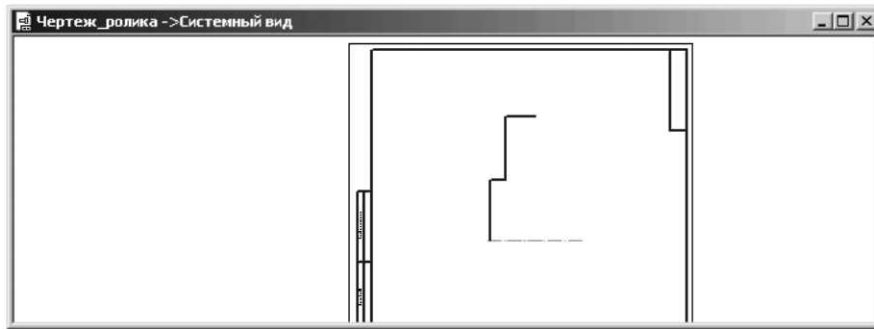

Рисунок 3.5 Вікно креслення з результатом побудови лівої верхньої частини контуру ролика в збільшеному масштабі
- перемістіть покажчик миші вертикально до лінії до появи повідомлення **Середина**. Коли з'явиться повідомлення **Середина**, подивіться на **Панели свойств: Отрезок** на поле t2. Там будуть зазначені координати кінцевої точки відрізка (161.0, 250.0). Клацніть мишею для фіксації кінцевої точки вертикальної осьової лінії. Якщо не так, то перевірте увведені дані. Результат побудови частини контуру ролика показаний на рис. 3.5.